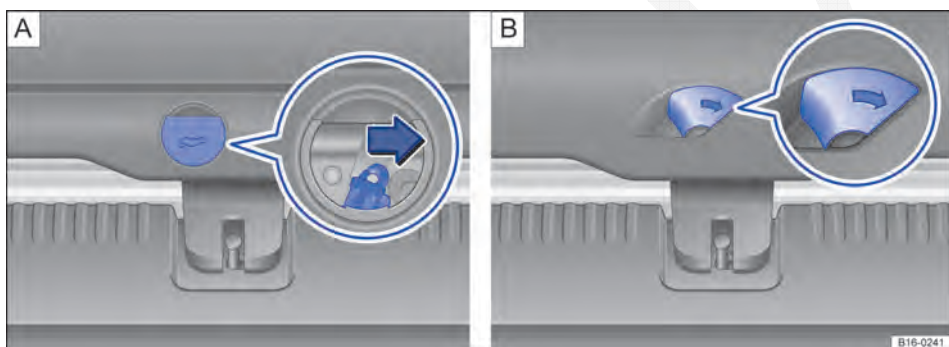

Fig. 212 No compartimento de bagagem: destravar a tampa do compartimento de bagagem. [A] Variante 1 e [B] variante 2.
- Retirar a cobertura circular do revestimento da tampa do compartimento de bagagem ⇒ Fig. 212 [A].
- Pressionar a alavanca de destravamento no sentido da seta ⇒ Fig. 212 . A tampa do compartimento de bagagem se abre automaticamente. Em temperaturas abaixo de 0°C (+32 °F), pode ser necessário abrir a tampa do compartimento de bagagem manualmente. <